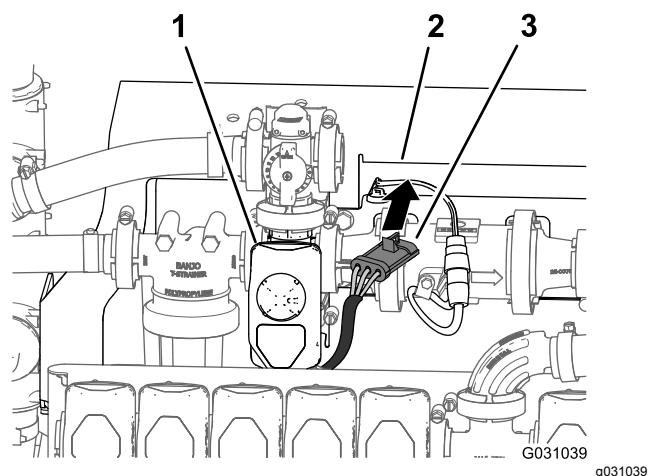

Figure 109
5. Acheminez le connecteur à 3 broches du faisceau de la vanne d'agitation vers l'avant du support de collecteur (Figure 109).